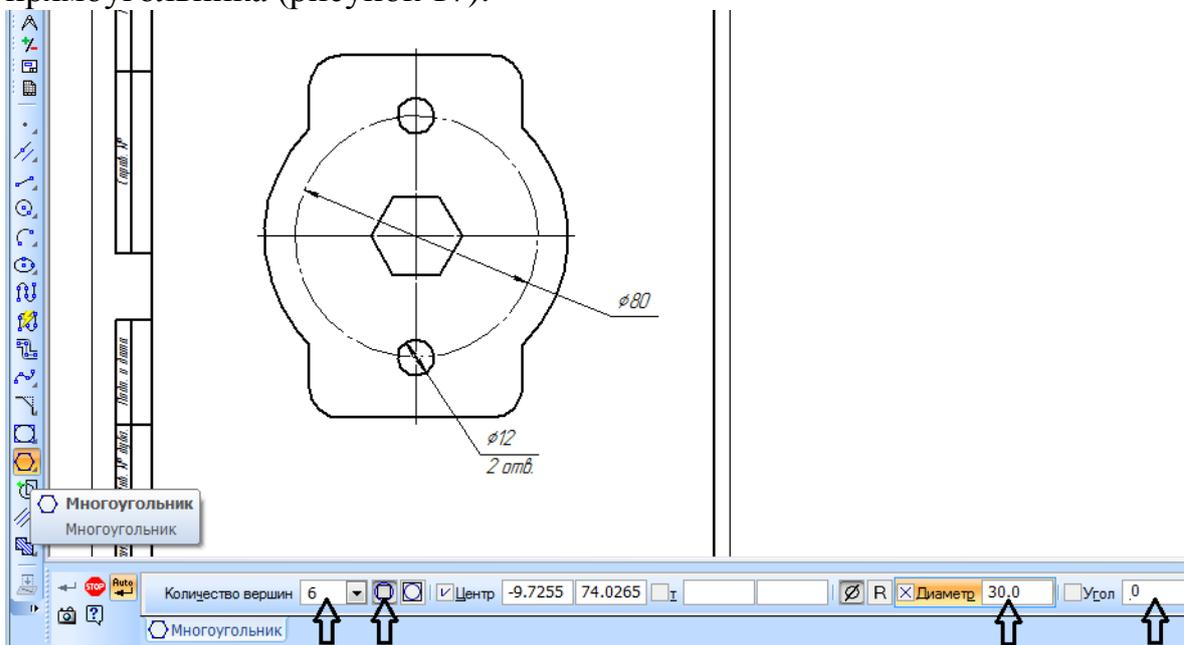

Рисунок 17.
11. Для построения правильного шестиугольника активизируйте на компактной панели **Геометрия** команду **Многоугольник** (находится под кнопкой прямоугольника). Задайте количество вершин «6», по описанной окружности,  $\varnothing 14\text{мм}$ , угол **0градусов**, зафиксируйте в центре прямоугольника (рисунок 17).